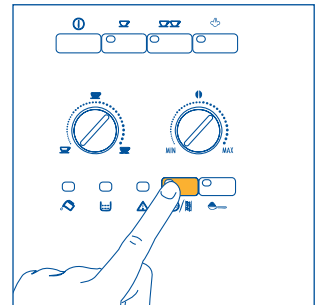

Abb. 14
**Taste ☉ ☒ drücken** (Abb. 14). Lassen Sie dann das Wasser in die darunter stehende Abtropfschale laufen. Sie können dieses Wasser auch zum Vorwärmen der Tasse, die Sie für den Kaffee benutzen, verwenden. In diesem Fall einfach das heiße Wasser in die Tasse geben (und dann entleeren).